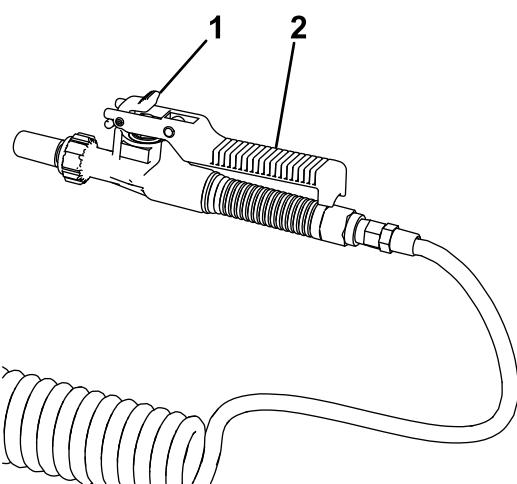

Figure 24
4. Serrez la poignée dur pistolet pour commencer la pulvérisation (Figure 24).